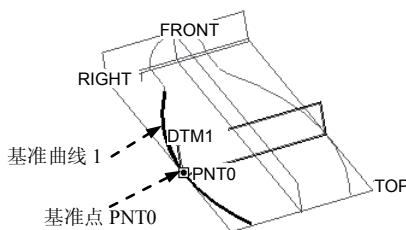

图 6.7.9 创建基准点 PNT0
Step6. 创建图 6.7.9 所示的基准点 PNT0。
- (2) 如图 6.7.9 所示, 选择基准曲线 1, 按住 Ctrl 键, 再选择基准面 DTM1, 在“基准点”对话框中单击 **确定** 按钮。